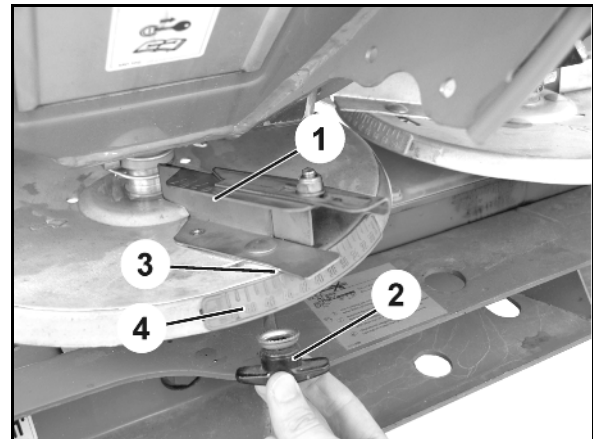

Fig. 84
7. Ved **grensespredning** må spjeldstillingen på venstre maskinside dreies tilbake med to delstreker på skalaen (Fig. 84/2) med stillspaken (Fig. 84/1).